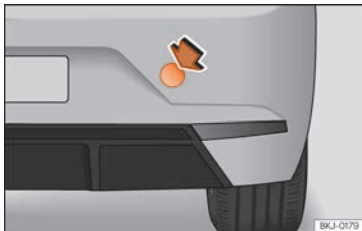

Fig. 101 Pare-chocs arrière droit : capuchon de protection
- Pour ouvrir la trappe, appuyez sur sa partie supérieure droite »» fig. 101.